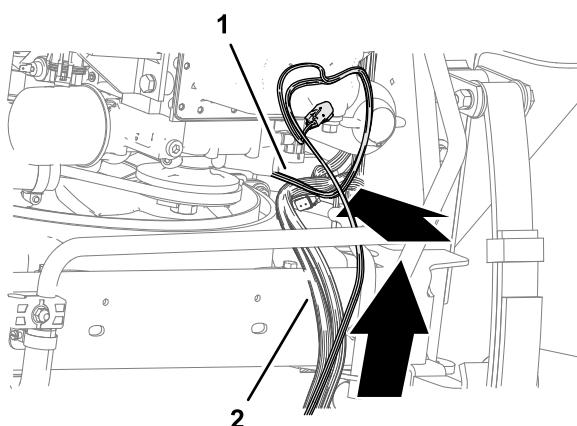

図 95
3. ラジエーターの裏側の下部で、ワイヤーハーネスをマシンのワイヤーハーネスに沿って上向きに配線します(図 95)。